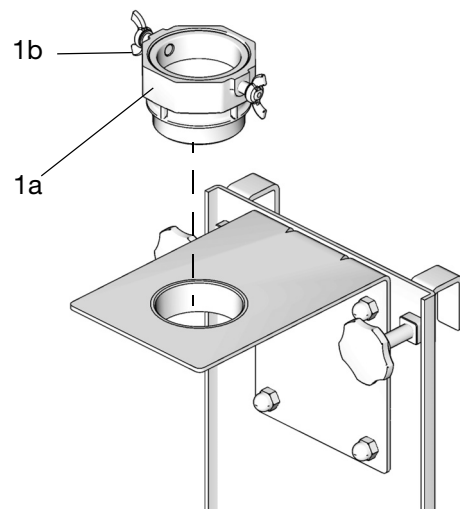
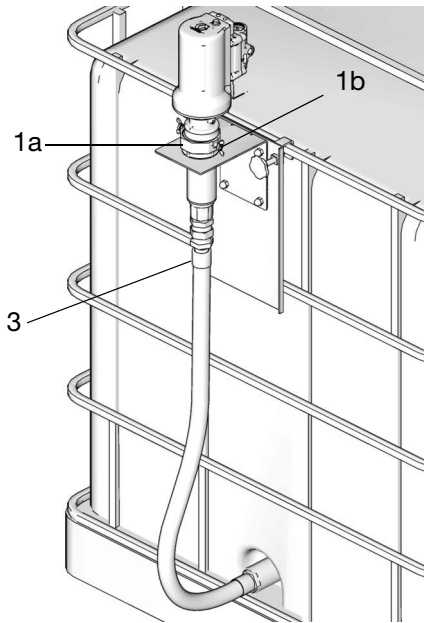

ABB. 13
ABB. 14
3. Den Spundadapter (1a) der Pumpe durch das Loch im Pumpenwinkel-Bausatz führen. Gut mit der Hand festdrehen. (ABB. 13).
4. Die Pumpe (1) durch den Spundadapter (1a) führen (ABB. 14). Die Pumpe durch Anziehen der Dichtungsschrauben (1b) fixieren (ABB. 13 und ABB. 14).